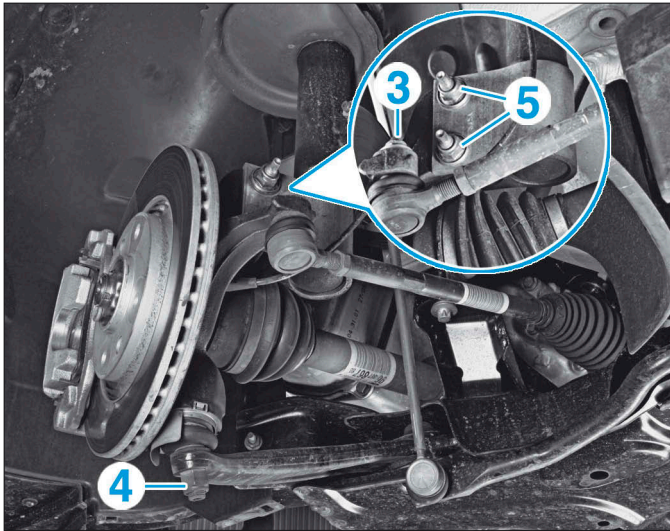

FIG. 10
- Déposer l'écrou (3) (Fig.10).
- Déposer l'écrou (4).
- Déposer les écrous (5) et extraire leurs vis.